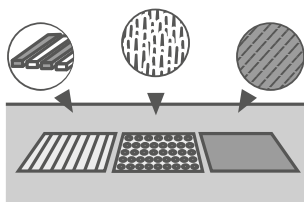

Рисунок 11
- 12.10 На входах в помещение обязательно использование грязезащитных покрытий, которые не допускают попадание влаги на поверхность спортивного линолеума ПВХ. Для общественных (коммерческих) помещений на входах в здание обязательно использовать трёхступенчатую грязезащитную систему (см. Рисунок 11) (общая длина системы должна составлять не менее 7 м):